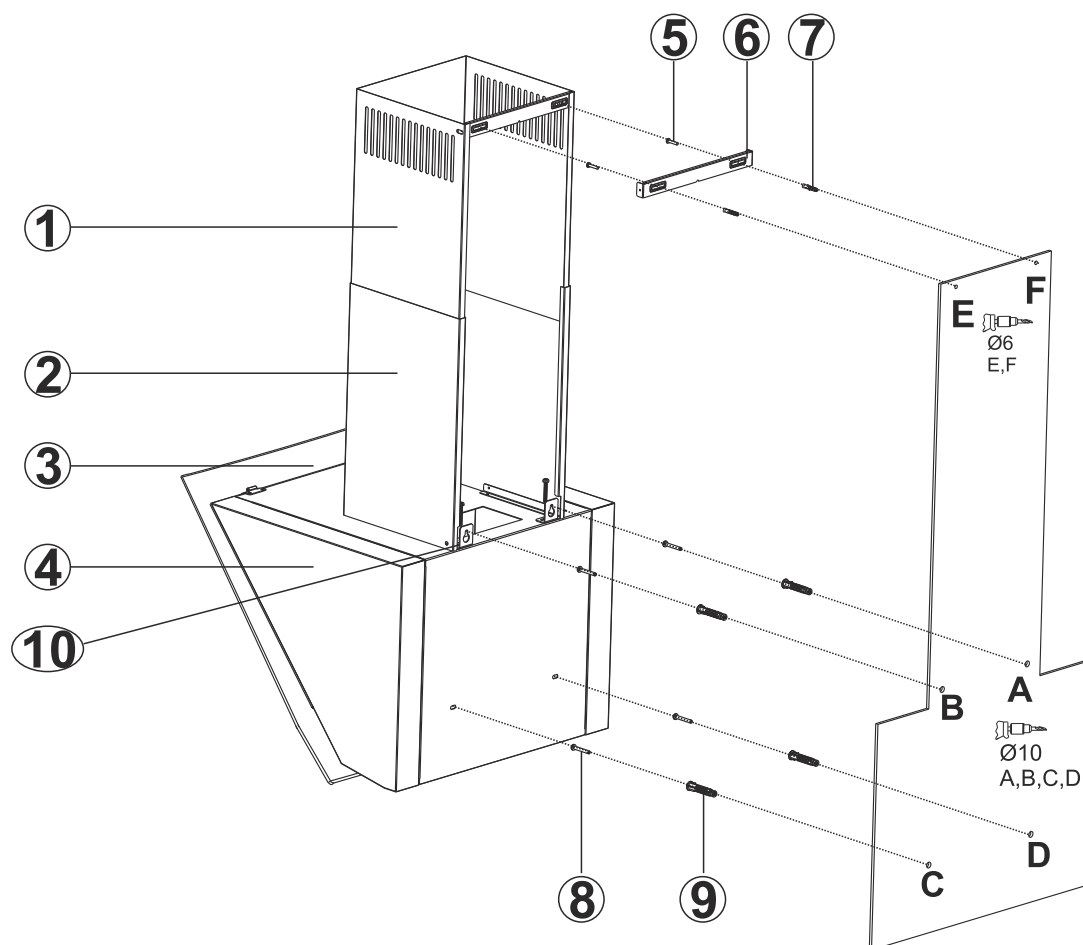

Fig. 8
- Håll skorstensbeslaget (6) mot väggen där den ska placeras. Därefter markera punkterna E & F (Fig. 8).
- Borra punkterna E och F med Ø6mm borrh, och sätt in Ø6mm pluggar. Montera väggfästet för skorstenen med 3,9x22 skruvar (Fig. 8).
- För upp den inre skorstenen mot taket. Fäst denna med 2 skruvar på sidorna upptill (2). Skruva även fast den yttre skorstenen på sidorna i botten (4) (Fig. 8).